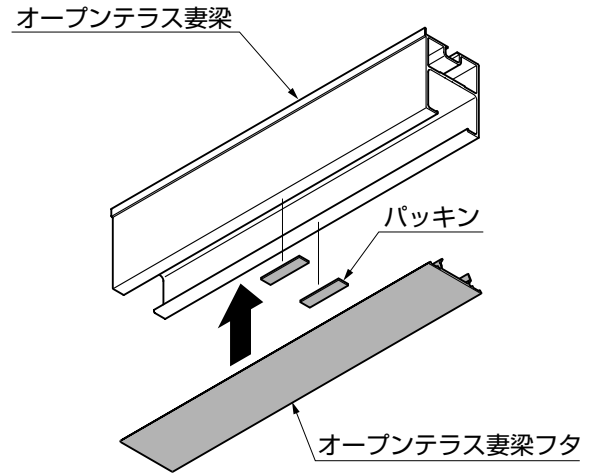

図4-2 A部詳細図
- ①パッキンをガタツキ防止のため適量にカットして、オープンテラス妻梁に貼付けてください。(図4-2参照)
- ②「1. 基本寸法と各部名称」を参照してオープンテラス妻梁フタを切断し、オープンテラス妻梁に取付けてください。